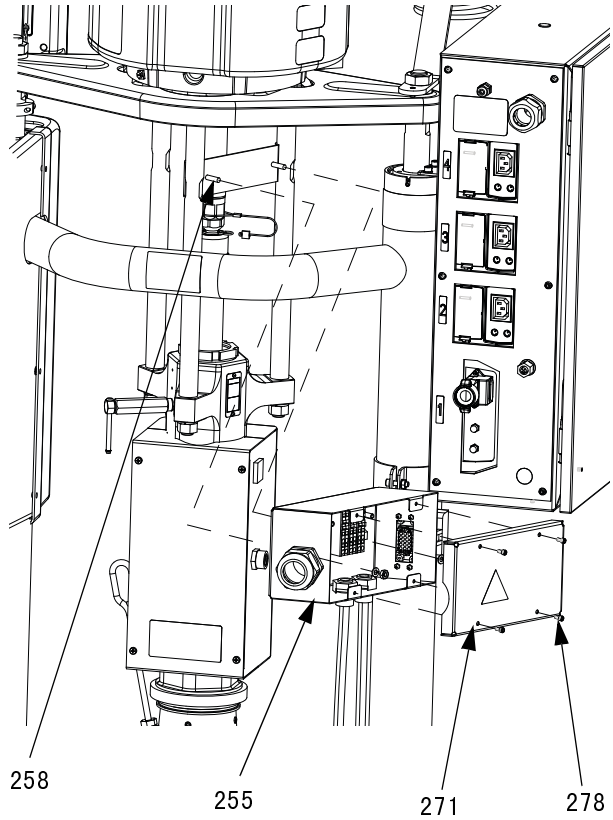

图 36：卸下 D60 接线盒
尺寸较小的压盘 (D60 3 英寸供给系统)：将接线盒 (255) 重新安装到支架 (258) 上。使用螺钉 (278) 安装盖板 (271)。见图 36。